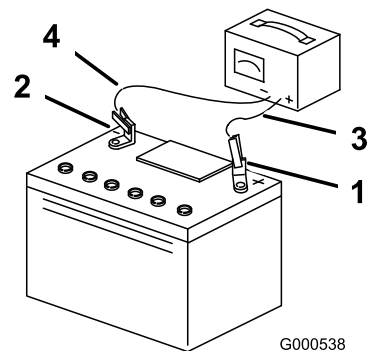

Figura 40
3. Quando la batteria è completamente carica, staccate il caricabatterie dalla presa elettrica e scollegate i cavi di ricarica dai poli della batteria (Figura 40).